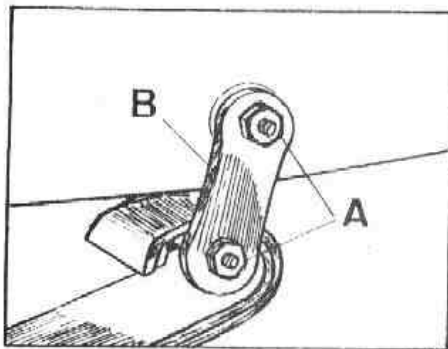
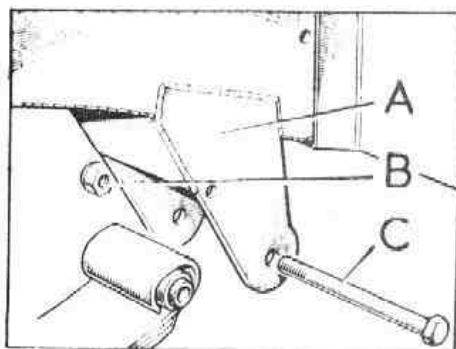

Fig. F-49 Gemelas de ballestas delanteras
Fig. F-50 Fijación delantera de las ballestas
- 1.7. Aflojar las tuercas y bulones, A (Fig. F-49) de las gemelas de ballestas delanteras y extraer los bulones, C (Fig. F-50) de los soportes delanteros.
2.2. Montar los bulones, C (Fig. F-50) en las ballestas, pero sin apretar los bulones y contratuerzas de los soportes delanteros, A (Fig. F-50) y gemelas, B (Fig. F-49).